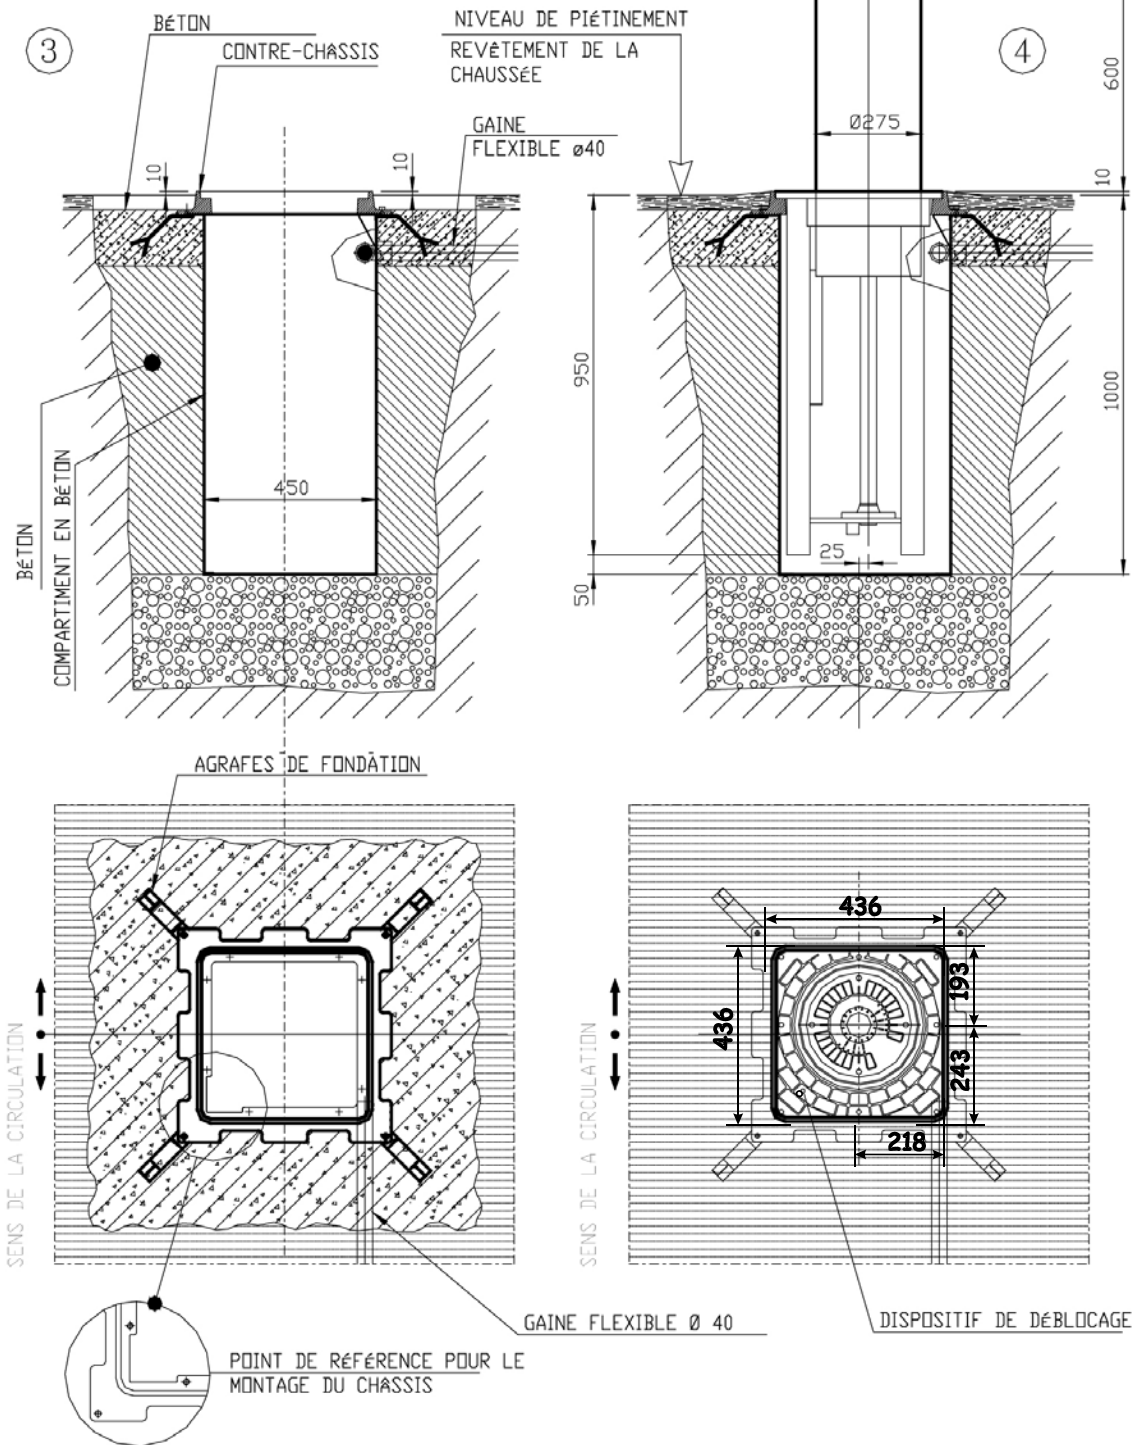
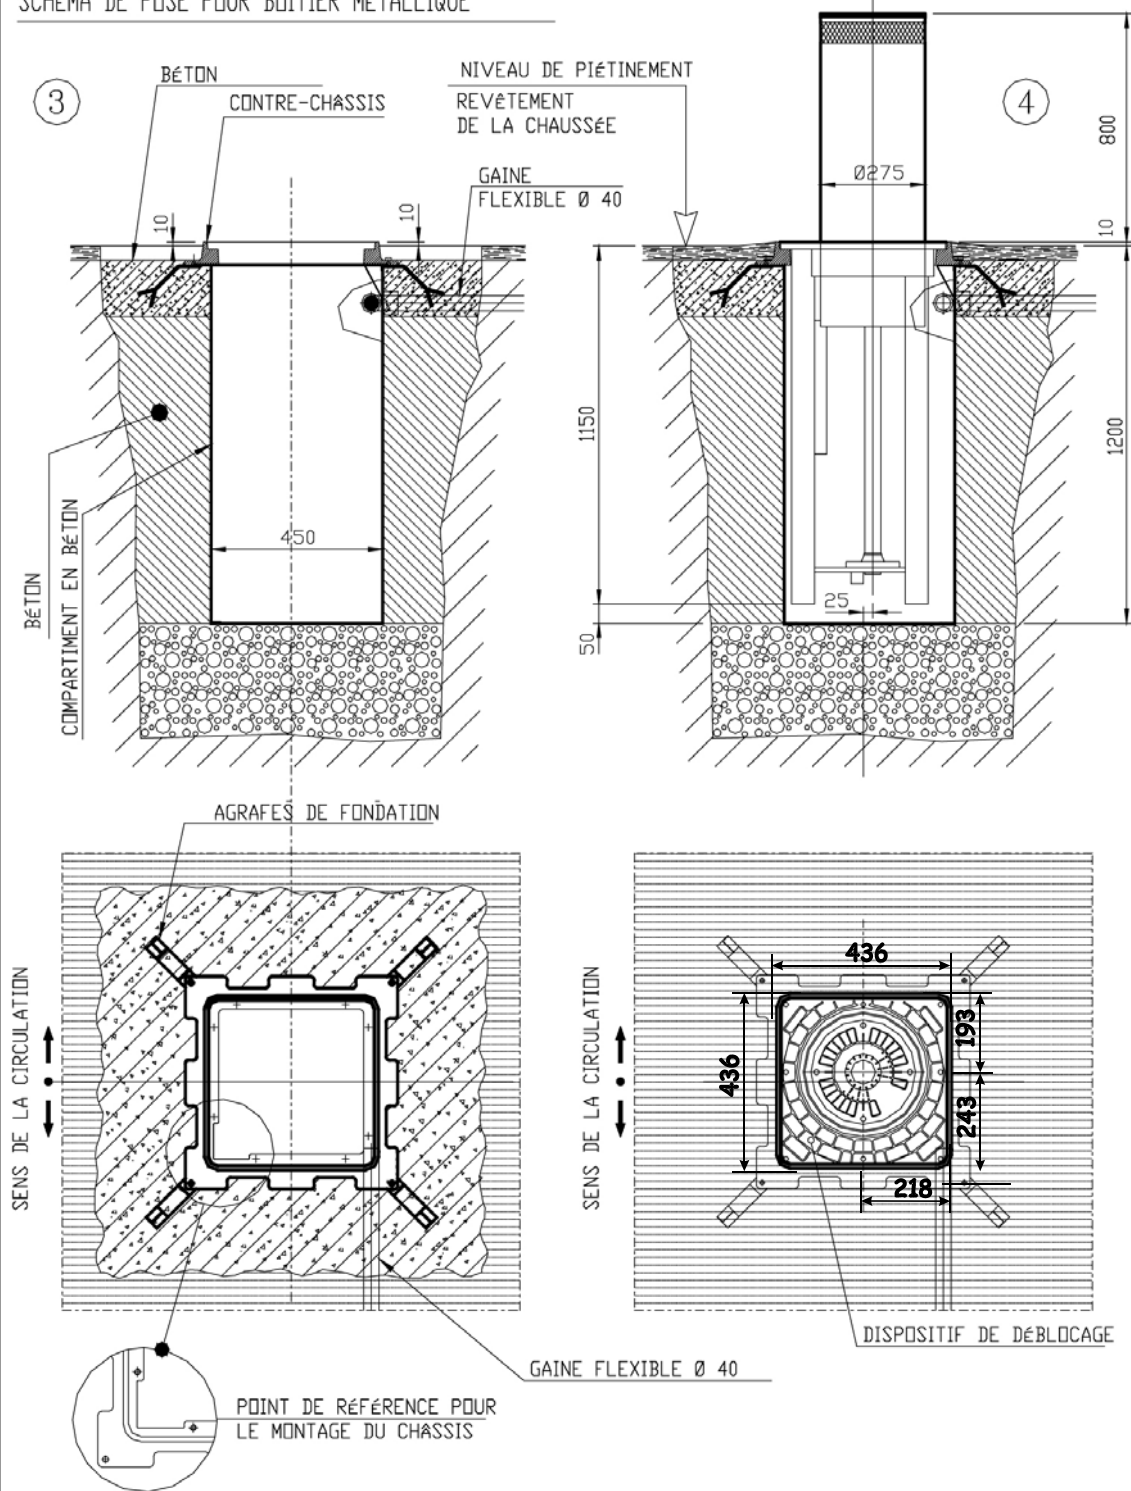

Fig. 3
Fig. 4
- 7) Verser du béton tout autour du puisard à 10 cm environ du niveau de piétinement, en s'assurant que les agrafes fournies avec le puisard sont bien positionnées. Après la pose du puisard, rétablir le revêtement de la chaussée avec le même type de matériau (fig. 3 et fig. 4).